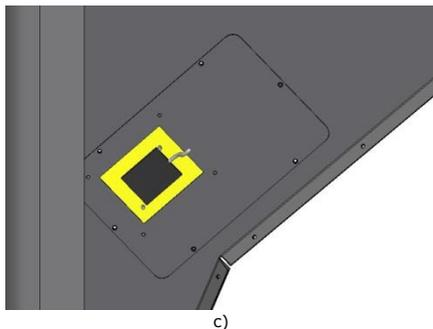

Figure 26 – Placement du capteur de niveau de granulés dans le silo (installation du silo du côté gauche de la chaudière)
– vous pouvez finalement effectuer le montage des deux pièces dans la partie inférieure du silo. Placez la pièce avec le capteur du côté droit du silo et la pièce sans le capteur du côté gauche. Le capteur doit être placé comme indiqué sur la Figure 26-c.